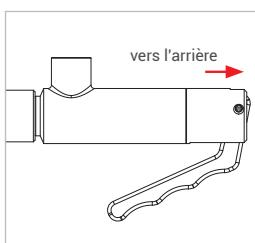

Figure 7
- ▶ Tirez légèrement sur le connecteur (flèche rouge *Figure 7*) dans le sens inverse du raccordement pour s'assurer de sa bonne fixation.